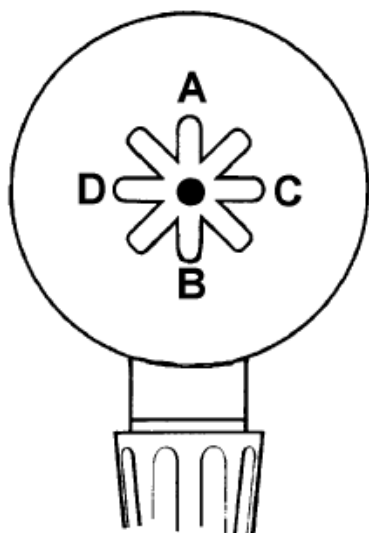

Рис.11
3. Установите переключатель (Рис.11) в положение **А**: зажимной рычаг поднимается вверх. Установите переключатель в положение **В**: зажимной рычаг опустится вниз.
4. Установите переключатель (Рис.11) в положение **С**: опора зажимного рычага передвинется вправо. Установите переключатель в положение